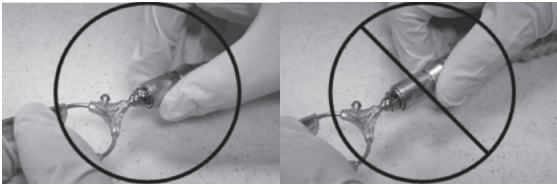

Afbeelding 4 – Bevestiging van accessoire-instrument op de Hercules™ 3 universele stabilisatorarm (productreferentie T401161)
- a. Voor verbinding van een standaard Terumo SNELAANSLUITING MET SCHACHT. Schuif de huls van de Hercules universele stabilisatorarm naar voren en breng de schacht van het hulpstuk in de snelaansluiting in met het palletje van de schacht (van het hulpstuk) richting het platte gedeelte met het logo op de huls van de Hercules universele stabilisatorarm (zie afbeelding 4). Breng de huls terug naar de oorspronkelijke positie om het accessoire-instrument te vergrendelen in de snelaansluiting. Controleer op een juiste aansluiting.